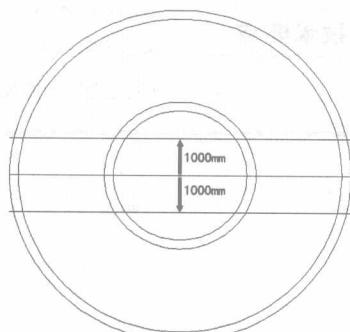

图 2-5 偏移水平线段
⑤ 使用“偏移”工具将新绘制的水平线段向两侧各偏移 1000 mm，如图 2-5 所示。